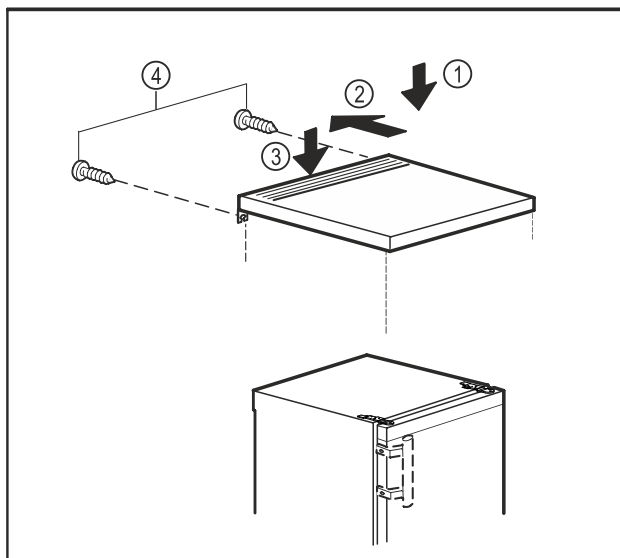

Fig. 11
- Položte dosku stola na zariadenie. Fig. 11 (1)
- Posuňte dosku stola nadol. Fig. 11 (2)
- Zatlačte dosku stola dozadu. Fig. 11 (3)
- Zaskrutkujte skrutky na zadnej strane. Fig. 11 (4)